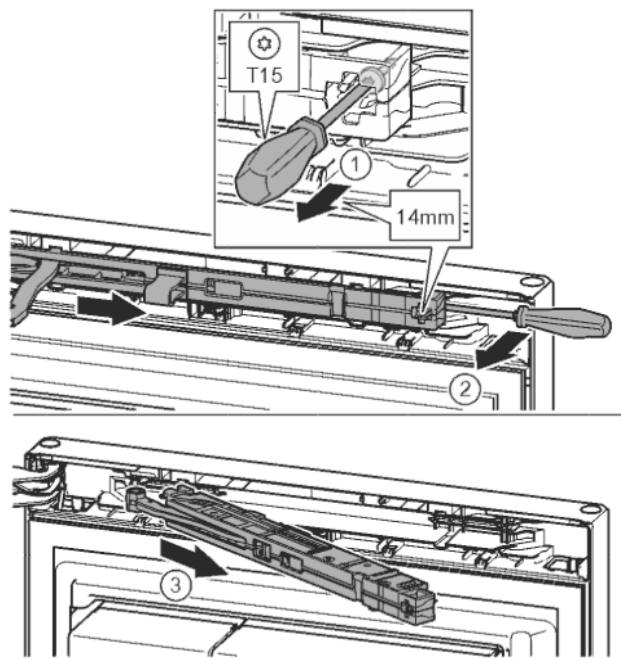

Fig. 14
- ▶ Ослабить винт на узле амортизатора с помощью отвёртки T15 примерно на 14 мм. Fig. 14 (1)
- ▶ Отвёрткой со стороны ручки переместиться за узел амортизатора и повернуть вперед. Fig. 14 (2)
- ▶ Извлечь узел амортизатора. Fig. 14 (3)